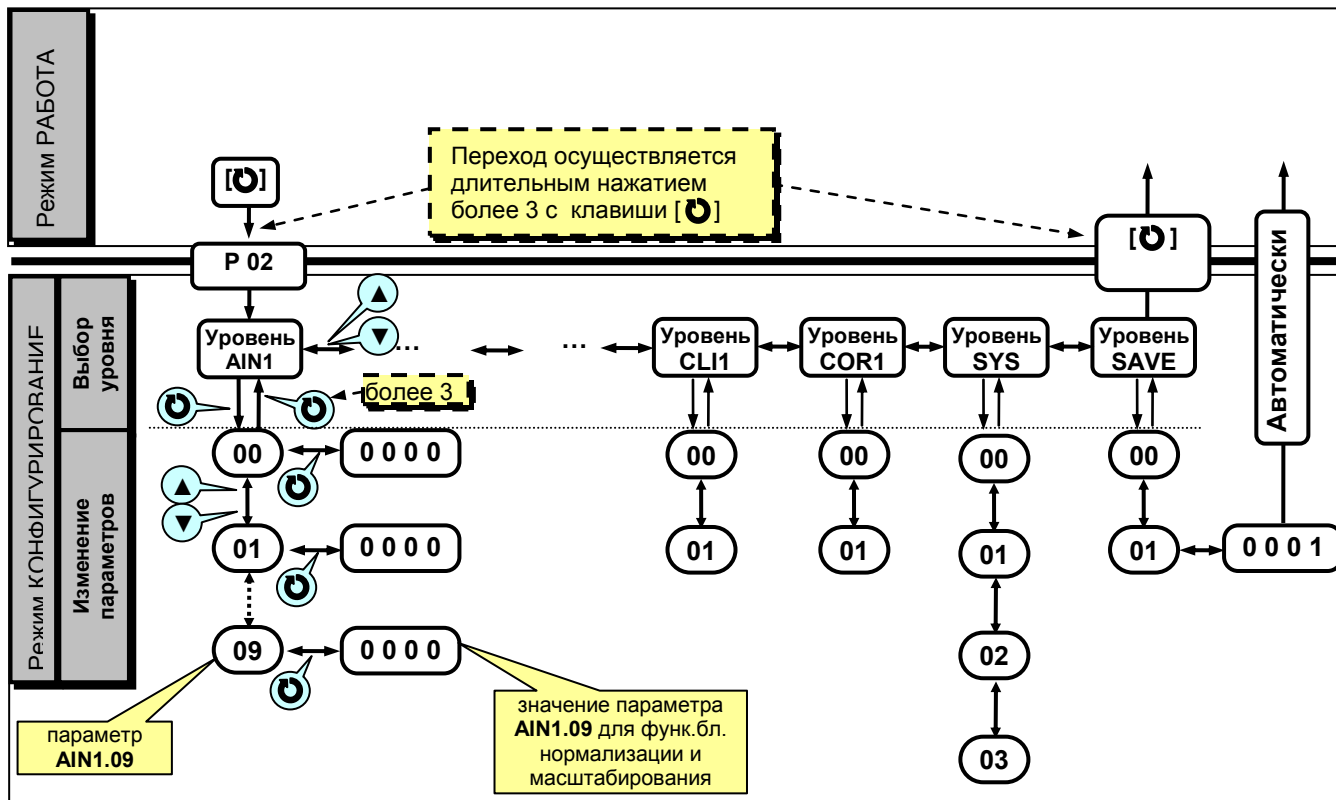

Рисунок 4.7.1 - Диаграмма уровней конфигурации и настроек
4.7.2 Параметры разделены по группам, каждая из которых называется "уровень". Каждое заданное значение (элемент настройки) в этих уровнях называется "параметром". Параметры, используемые в преобразователе БПВ-10, сгруппированы в 13 уровней и представлены на диаграмме (рисунок 4.7.1).
В дальнейшем по тексту руководства идет ссылка на параметр в виде XXXX.YY (например ALRM.00), где XXXX – название УРОВНЯ, а YY – номер пункта меню (смотри рисунок 4.7.1).